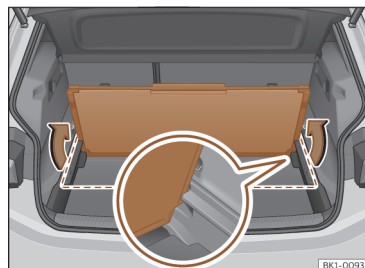

Fig. 165 Na bagageira: fixar o segundo piso da bagageira.
- Depois de dobrar, levante-o e insira-o nos suportes laterais com o lado aberto para baixo >>> **Fig. 165** (imagem ampliada).